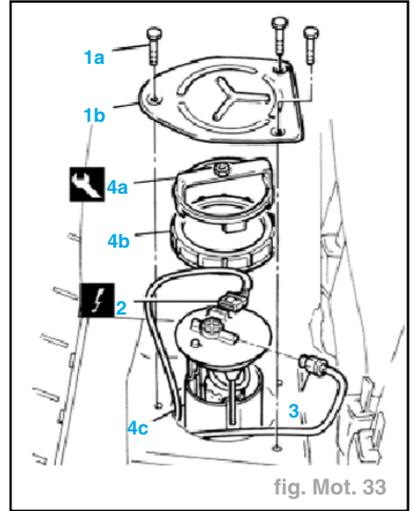

fig. Mot. 33
- Dévisser les vis de fixation (1a) et enlever le couvercle de protection (1b) (fig. Mot. 33).
- Débrancher la connection électrique (2).
- Détacher le raccord rapide du tuyau d'amenée (3).
- A l'aide de l'outil (4a) (ref. 1-854-033-000), dévisser la bague de fixation (4b).